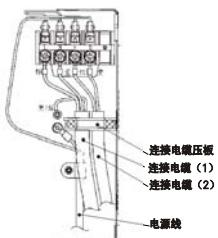
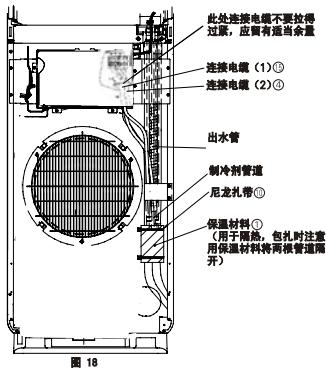

图 17
图 18
(2) 按图17、图18所示进行接线。
- (3) 必须将黄/绿芯线接至带有“”标志的端子上。
- (4) 将连接电缆用电线压板压紧,以防止拉线端子受力后脱落。
- (5) 将制冷剂管道用附件③尼龙扎带按图18要求扎起来。
- (6) 将电源线、连接电缆(1)、(2)从制冷剂管道外连接管道通过的管道孔穿过。且如果从后板或左侧板穿过,管道孔必须装上管道护孔环,以防电源线、连接电缆破损发生漏电危险。